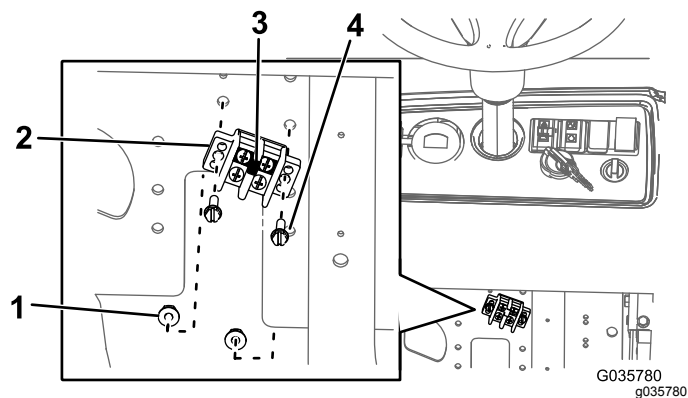

Рисунок 14
A. Установите плоскую перемычку на блок заземления (**Рисунок 14**).
B. Установите блок заземления на монтажную пластину, используя два болта (№ 10 x 3/4 дюйма) и две гайки (№ 10), как показано на **Рисунок 14**.